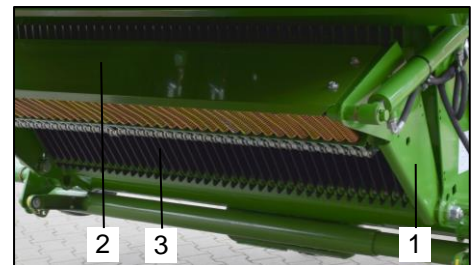

Bild 122: Schneidwerk reinigen 1
- Prüfen Sie nach jeder Saison die Abstreifer (Bild 122 / Pos.2) auf Verschleiß.
- Verschlissene Abstreifer (Bild 122 / Pos.2) müssen ausgetauscht werden.
- Schwenken Sie das Schneidwerk (Bild 122 / Pos.1) mittels der maschinenseitigen Steuerung ein.
- Montieren Sie die Abdeckung (Bild 122 / Pos.2) des Schneidwerks (Bild 122 / Pos.1).